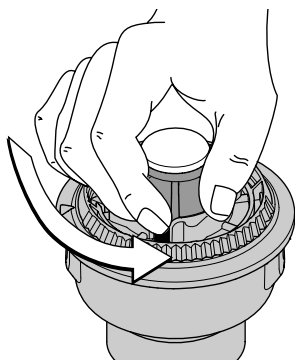

Fig. 28
1. Sostenga la bobina exterior y desenrosque la perilla percusiva en sentido antihorario (Fig. 28).